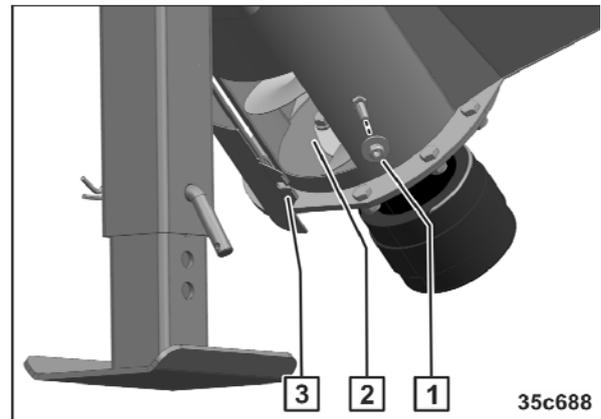

Fig. 280
2. Démonter l'écrou et la rondelle (Fig. 280/1).
3. Ouvrir le clapet (Fig. 280/3)